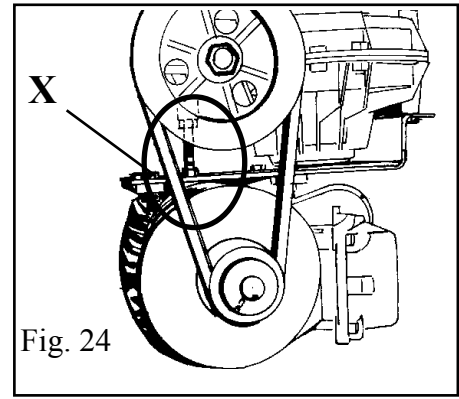

Fig. 24
- Tirare la cinghia del motore agendo sull'apposito registro X sul supporto motore (fig.24).
- *Tighten the drive belt by means of the special adjusting screw X on the motor support (Fig. 24).*
- Tirer la courroie du moteur en agissant sur le tendeur X sur le support du moteur (fig. 24).
-Motorriemen mittels Regler X an der Motorhalterung ziehen (Abb. 24).
Cinghia allentata Regolare tensione cinghia (Cap. 11 - fig. 24)
Belt loose *Adjust belt tension (Chap. 11 fig. 24)*
Courroie détendue Régler la tension de la courroie (chap. 11- fig.24)
Riemen hat sich gelockert *Riemenspannung einstellen (Kap. 11 - Abb. 24)*